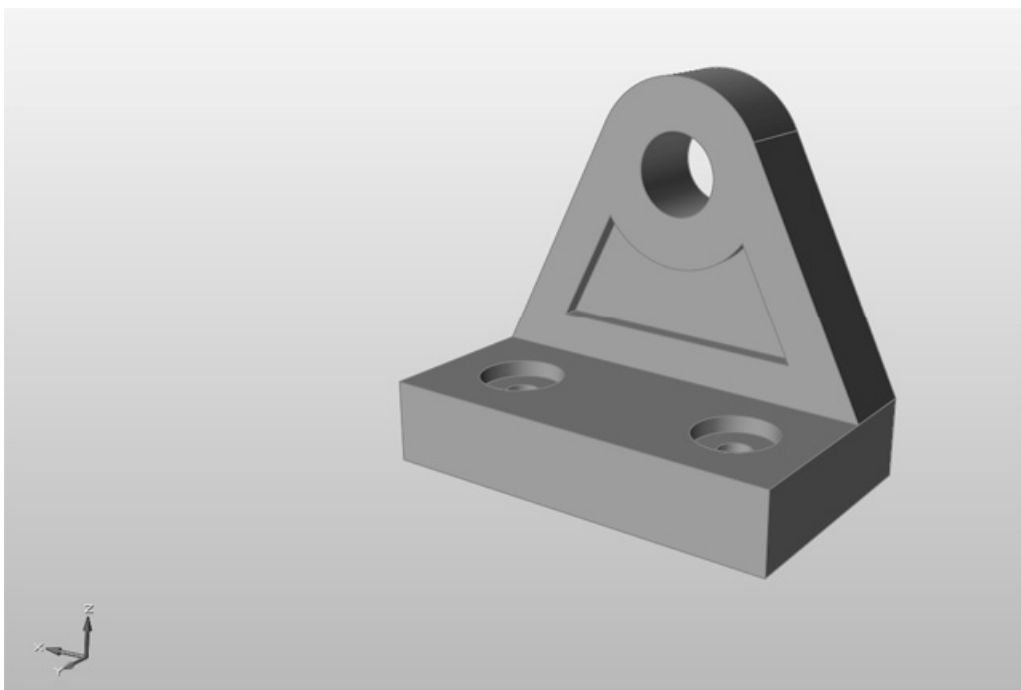

图 3-3
5) 调整视图, 托架角度如图 3-3 所示。鼠标右键用于旋转对象, 按〈Shift 键的同时按住鼠标右键可平移对象, 鼠标滚轮用于缩放。